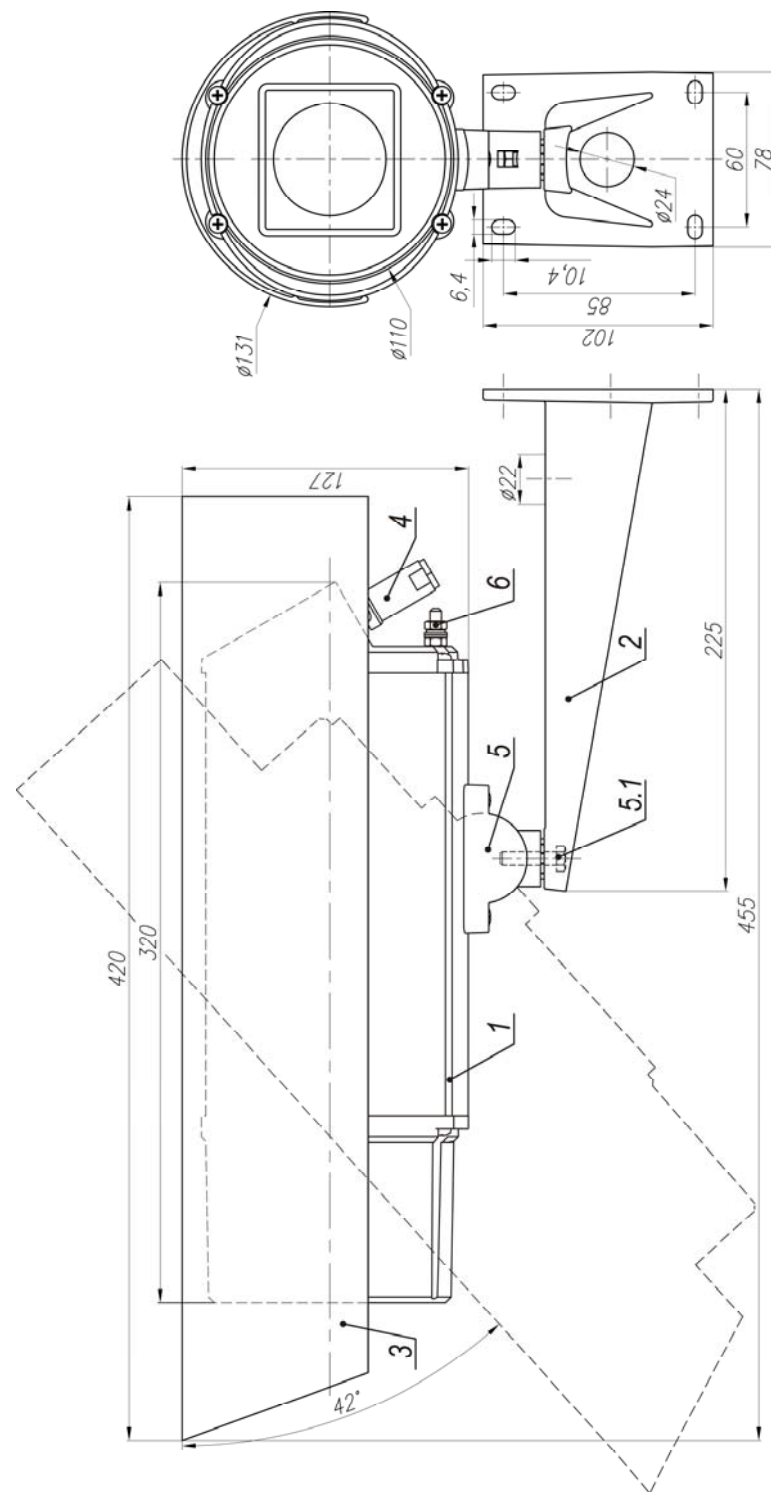

Рис.1 Состав и габаритно-установочные размеры ТВК-34В IP
3. Ослабив болт фиксации шарнира (поз.5.1 рис.1), установить гермобок на нужное направление обзора, после чего надежно зафиксировать шарнир затянув болт.
3. Заземлить гермобок с помощью болта заземления (поз.6 рис.1).
Состав изделия: (см. рис.1)